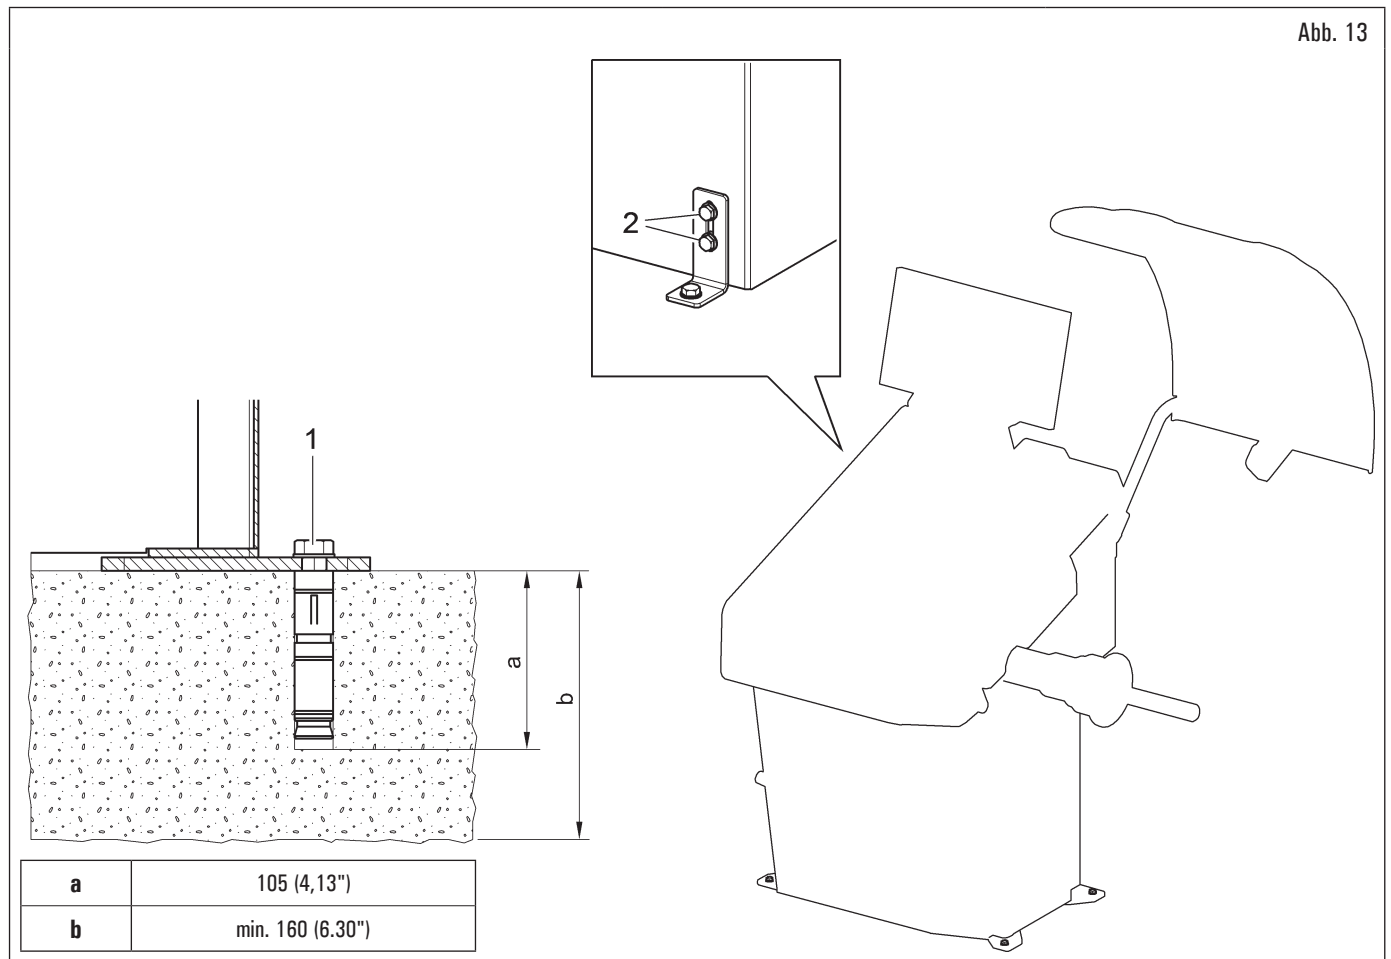

Abb. 13
Nachdem überprüft wurde, ob der Balancer korrekt ausgerichtet ist, ziehen Sie die Schrauben fest (Abb. 13 Pkt. 2).
- Um das Gerät am Boden zu befestigen, verwenden Sie Zapfen und Verankerungsstift (Abb. 13 Pkt. 1) mit einem Gewindeschacht M8 (UNC 5/16), die für den Boden geeignet sind, auf dem die Radauswuchtmaschine befestigt wird, und in einer Anzahl gleich der Anzahl der am unteren Rahmen angeordneten Befestigungsbohrungen;